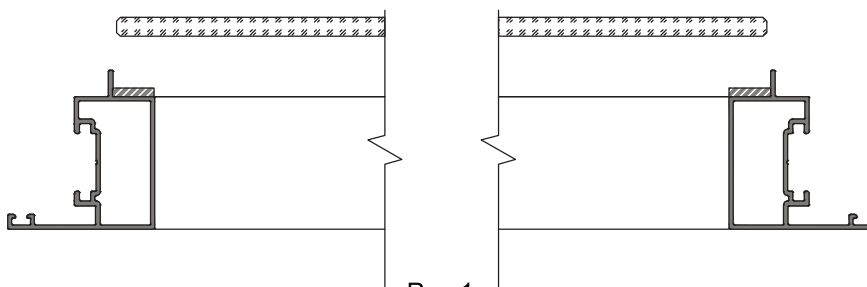

Рис.1
1. Вклейку производить на ровной поверхности. Створку расположить горизонтально, пазом для клейки стекла вверх. Все поверхности, кроме стеклянных, должны быть тщательно очищены смесью изопропилового с водой (1:1). Стеклянные поверхности должны быть очищены смесью изопропилового спирта/воды/раствора силена (рекомендации по использованию основываются на результатах тестов адгезии, приведенных службой технического сервиса компании 3M). Нанести ленту по всему контуру створки, ровно, без складок и растяжений (Рис.1). Оптимальная температура нанесения ленты +20 до +40°C. Нанесение ленты при температурах ниже +15°C не рекомендуется.